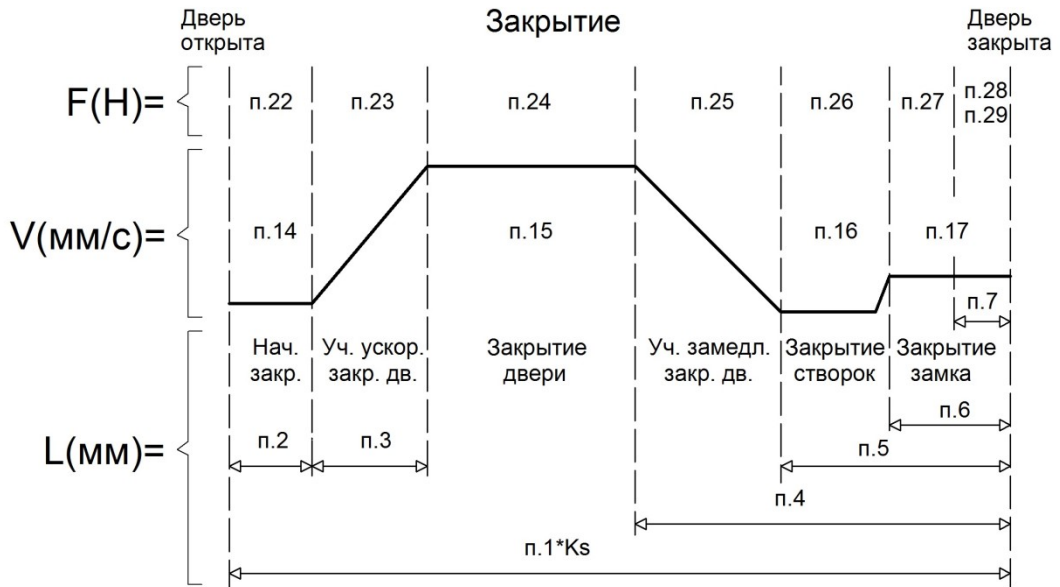

Рисунок 5 - Траектория движения двери при закрытии
5.4.1 В данный режим устройство переходит при наличии команды “ЗАКРЫТЬ”. Устройство обрабатывает заданную траекторию движения (см. рисунок 5). При полном закрытии, когда устройство определило наличие упора в зоне закрытия (параметр 7 - зона привязки закрыто), включается ВКЗ. После этого устройство переходит в режим удержания.